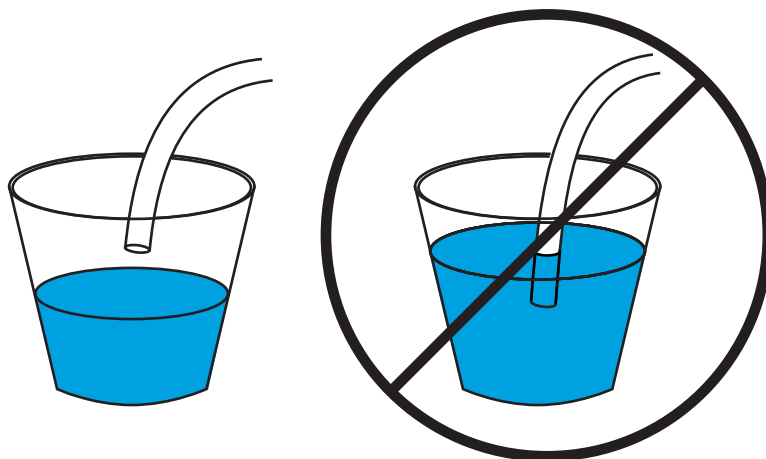

図 37 廃液チューブを正しく吊り下げた状態（左）と間違って浸水させた状態（右）
- チューブの開口端が廃液コンテナで浸水していない (図 37)。